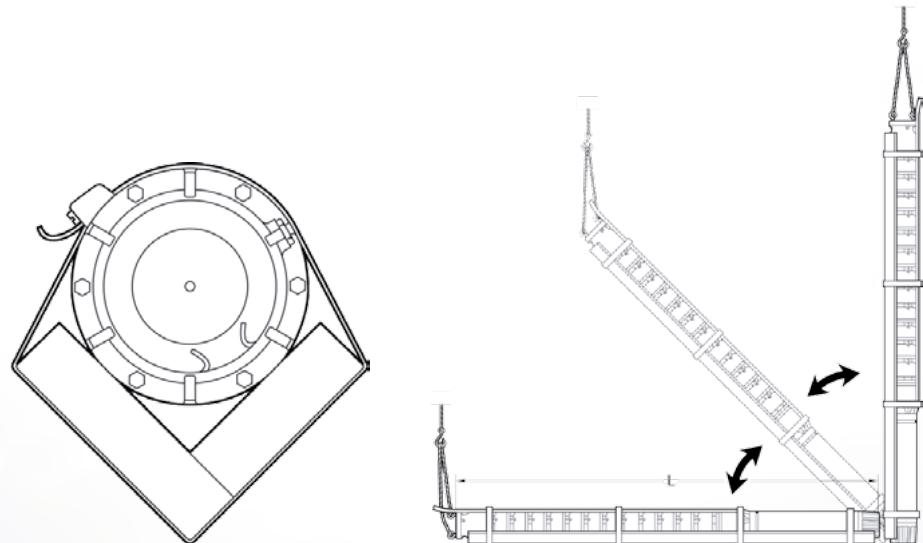

Figura 7: Içamento da motobomba.
- Para o posicionamento horizontal ou novo içamento da motobomba, caso a montagem do conjunto exceda o comprimento (L) de 4 metros, faça uso de um suporte auxiliar para prevenir possíveis danos, os quais podem ser causados por tensão ou flexão (figura 7).
- Caso a montagem do conjunto exceda o comprimento (L) de 4 metros, faça o uso de um suporte auxiliar para içá-la na vertical, prevenindo possíveis danos, os quais podem ser causados por tensão ou flexão (figura 7).